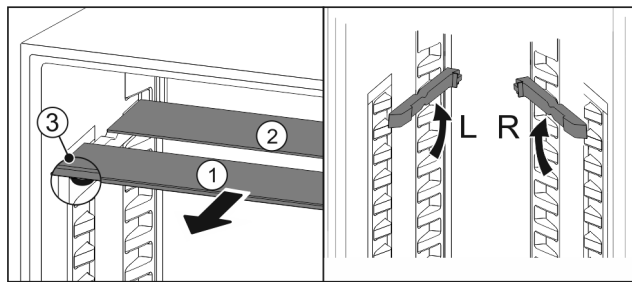

Fig. 128
- ▶ 将玻璃隔板逐个向前拉出 Fig. 128 (1)。
- ▷ 带装饰条的玻璃隔板 Fig. 128 (1)在前。
- ▷ 阻挡装置 Fig. 128 (3)指向下方。